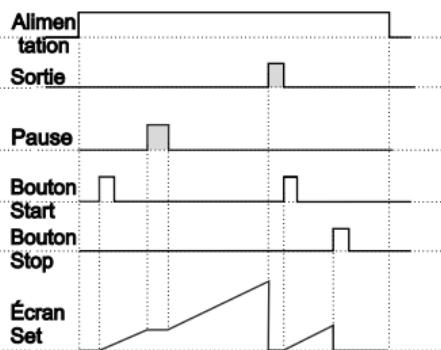

Figure 1.4
1.2.2 Si le comptage est **dEct** = 0 et que **outF** est **oFF**, le schéma de commande sera celui illustré à la figure 1.4